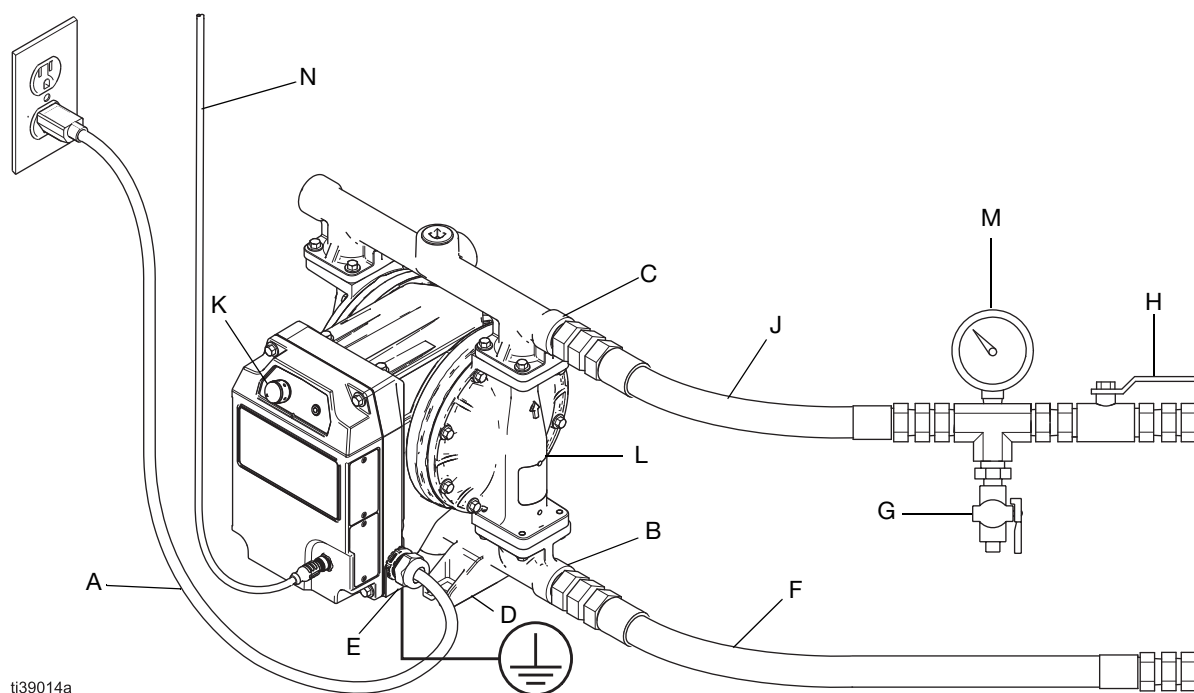

FIG. 3: Installazione tipica per modelli in posizioni ordinarie (collegamento cavo e spina) (modello i30 (QTC) mostrato)
Le installazioni tipiche sono mostrate in FIG. 3 e FIG. 4. Le figure costituiscono solo un'indicazione per la selezione e l'installazione dei componenti del sistema. Contattare il tuo distributore locale per l'assistenza tecnica per progettare un sistema adatto
NOTA: Per un corretto adescamento, assicurarsi che la porta di uscita del fluido (C) sia montata più in alto della porta di ingresso del fluido (B). Vedere FIG. 3 e FIG. 4.
2. Installare una valvola di drenaggio del fluido (G) accanto all'uscita del fluido. Vedere FIG. 3 e FIG. 4.
Installare i seguenti accessori nell'ordine mostrato nella FIG. 3 e FIG. 4, utilizzando se necessario gli adattatori.